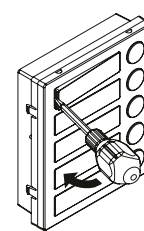

Fig. 4
- Fare leva con il cacciavite come mostrato in **Fig. 4** per rimuovere il porta-cartellino (fare attenzione a non ammaccare la placca);